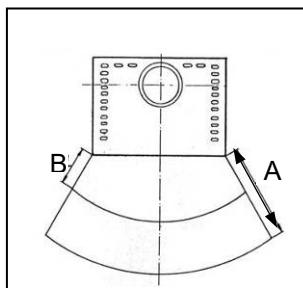

Bild 2
Sicherheitsabstand reduziert sich auf **75 cm** (B), wenn ein belüfteter Strahlungsschutz vor das zu schützende Bauteil montiert wird (Bild 2)